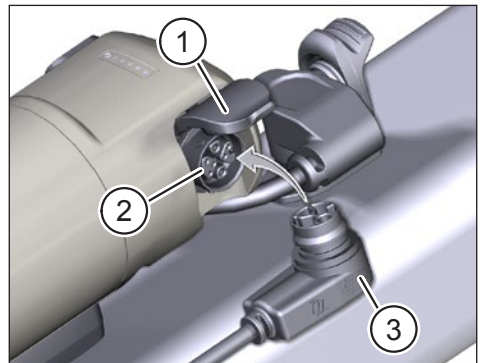

Abb. 3: Range Extender laden
- ▶ Öffnen Sie die Abdeckung (Pos. 1 in Abb. 3) am Ladeport des Range Extenders.
- ▶ Prüfen Sie, ob die Kontakte im Ladeport (Pos. 2 in Abb. 3) frei von Schmutz sind und reinigen Sie diese bei Bedarf.
- ▶ Stecken Sie den Ladestecker (Pos. 3 in Abb. 3) des Chargers in den Ladeport des Range Extenders.